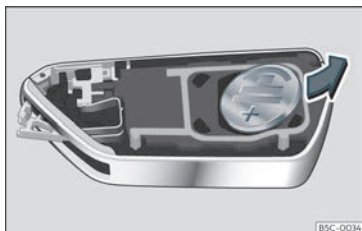

Fig. 73 Chave do veículo: extração da pilha.
- Extraia a pilha do compartimento com um objeto fino adequado»» Fig. 73.
- Coloque a pilha nova, pressionando-a no compartimento respetivo »» ①.